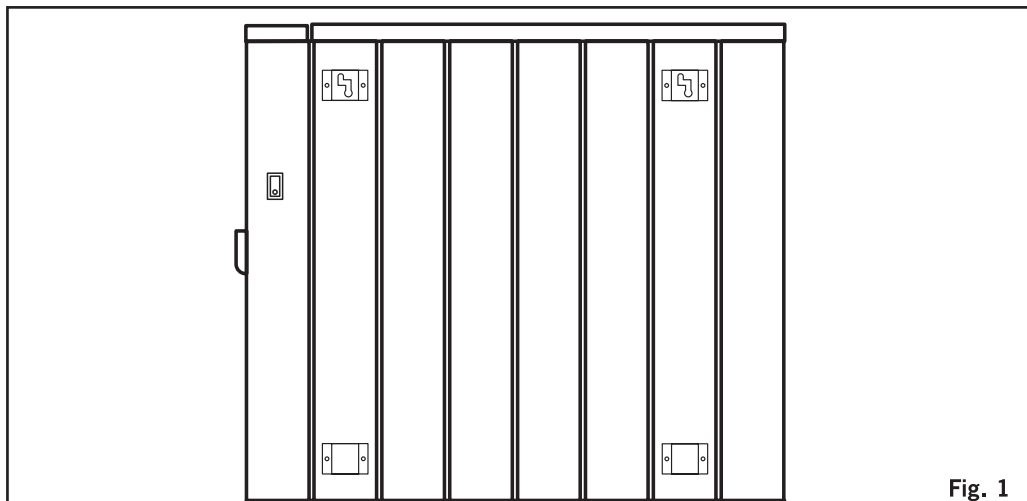

Fig. 1
- El aparato dispone de un soporte mural (G) sobre el que se puede apoyar el producto.
- Fijar el soporte mural (G) al aparato mediante los tornillos pequeños como indica la (fig 1).